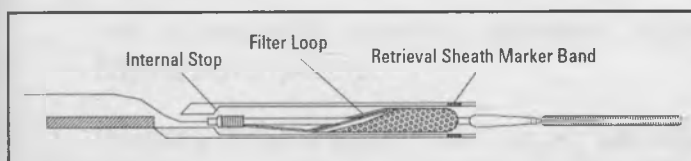

Рисунок 2. Положение для извлечения фильтра внутри катетера для извлечения
6. Продвигать FilterWire EZ через очаг поражения до тех пор, пока верхняя часть фильтра не раскроется в рекомендуемом минимальном участке установки (см. Таблицу 3 и Рис. 2). Во время всей операции следует поддерживать это расстояние.
4. Продвигать FilterWire EZ через очаг поражения до тех пор, пока верхняя часть фильтра не раскроется в рекомендуемом минимальном участке установки (см. Таблицу 3 и Рис. 2). Во время всей операции следует поддерживать это расстояние.